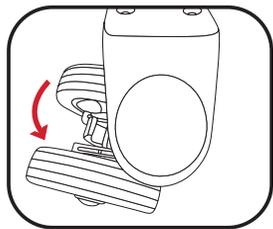

Abb. 1
2. Drehen Sie die Vorderräder um 180°, um Zugang zum Schnellspannhebel zu erhalten (Abb. 1) und ziehen Sie den Schnellspannhebel nach unten (Abb. 2).